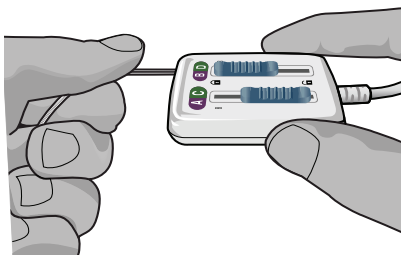

Figure 5 : Fixez la sonde dans le connecteur du câble de salle d'opération.
3. Poussez l'extrémité de la sonde dans le port jusqu'à son arrêt. Tenez la sonde en position tout en glissant le levier de verrouillage en position (🔒) verrouillée (Figure 5).